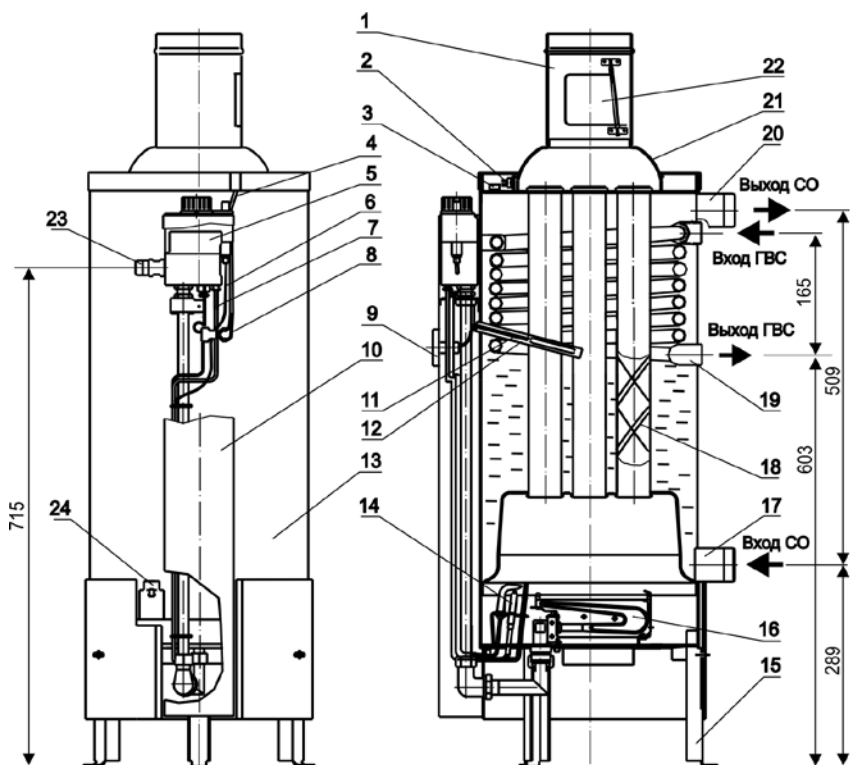

Рис. 1 Аппарат комбинированный (отопительный) газовый бытовой Комфорт
4.2. Блок автоматики 5 (Рис.1) 630 EUROSIT (Италия) представляет собой электромеханическое устройство и служит для подачи газа к запальнику и горелке, пьезорозжига, регулирования температуры воды и автоматического отключения подачи газа при:
4.3. Тягопрерыватель 1 (Рис.1) предназначен для автоматической стабилизации величины разрежения в топке аппарата, т.е. уменьшения влияния колебания величины разрежения в дымоходе на тягу в топке аппарата. Для успешной работы дверца тягопрерывателя 22 (Рис.1) должна легко вращаться на оси.
4.5. Автоматика по тяге и перегреву состоит из датчика тяги 2 (Рис.1) (терморегулятор ТК-24), установленного на крышке бака, защитного термостата 3 (Рис.1) и проводов 4 (Рис.1), соединяющих датчик тяги и защитный термостат с блоком автоматики 5 (Рис.1).
Защитный термостат 3 (Рис.1) обеспечивает аварийное отключение подачи газа при нагреве воды в баке до температуры $93^{\circ}\text{C} \pm 100^{\circ}\text{C}$. После остывания воды в баке до температуры $60^{\circ}\text{C} \pm 70^{\circ}\text{C}$ защитный термостат автоматически включается и аппарат готов к новому включению.
5.9. Во избежание самопроизвольного срабатывания датчика тяги кожух 21 (Рис.1) не должен касаться кронштейна датчика тяги.
6.8. Установите аппарат вертикально, и проверьте вертикаль по уровню. Установите зеркало 24 (Рис.1) в нижней части бака.
6.9. Установите на аппарат тягопрерыватель 1 (Рис.1), обеспечив его строго вертикальное положение. Конец дверцы тягопрерывателя 22 (Рис.1) не должен выступать наружу и должен отклоняться от номинального положения внутрь тягопрерывателя не более чем на 1 - 2 мм. Дверца тягопрерывателя должна легко вращаться на оси.
Кожух 21 (Рис.1) не должен касаться кронштейна датчика тяги 2 (Рис.1).